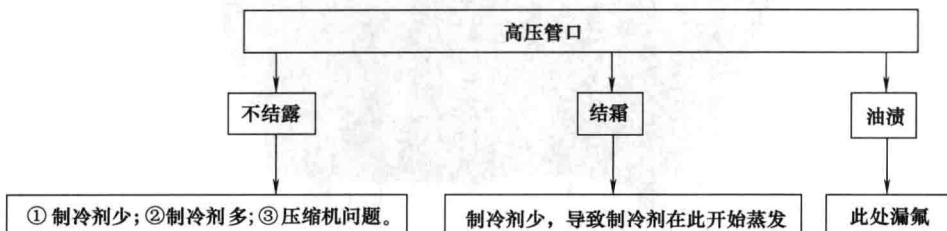

图 2-12 看摸高压管口说明的问题
① 进风口 用于空气流通，要求距离墙面 10cm 以上。
② 二通、三通阀 用于控制室外机内制冷管道与外界的通/断。空调器出厂时二通阀、三通阀均关闭，以保存室外机充注的制冷剂。安装、维修、移机时按要求的顺序打开和关闭阀门可实现排空、收氟、放氟操作。另外，三通阀侧端的闲置管口称为维修管口，用于安装压力表等维修设备，维修时就是通过此管口检测制冷系统压力、并抽真空、加注制冷剂等。
③ 高压管 又称供液管，用于室内外之间的管道连接。制冷运行被室外机热交换器散热冷凝、毛细管节流后的低压液态制冷剂，由此排出送室内热交器。通过看摸高压管口说明问题见图 2-12 所示。